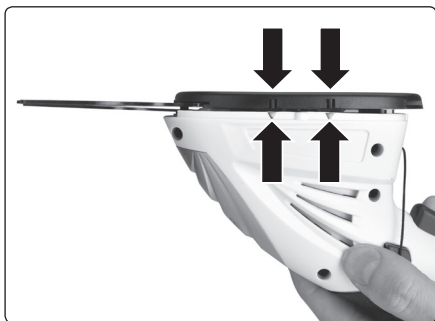

Abb. 5
2. Setzen Sie die Kunststoffabdeckung so auf den Aufsatz auf, dass die Einkerbungen an den Seiten der Kunststoffabdeckung der Pfeilmarkierung an den Seiten der Schere entsprechen, siehe Abb. 5.